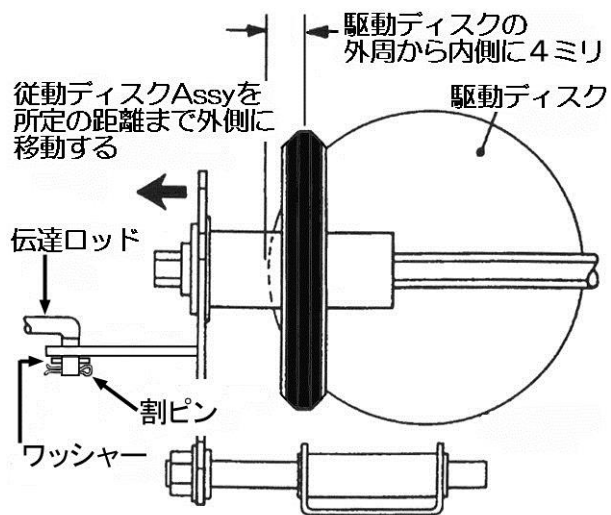

図6-9
4. 従動ディスクを駆動ディスクの端から3~4ミリの位置にセットします。(図6-9)
8. 変速レバーをいったん低速に入れてから高速に戻します。従動ディスクと駆動ディスクの端の距離(3~4ミ)が狂っていないか確認します。(図6-9)
1. 伝達ロッドからピンとワッシャを取り外し、ドライブディスク Assy の穴から伝達ロッドを取り外します。(図6-9)